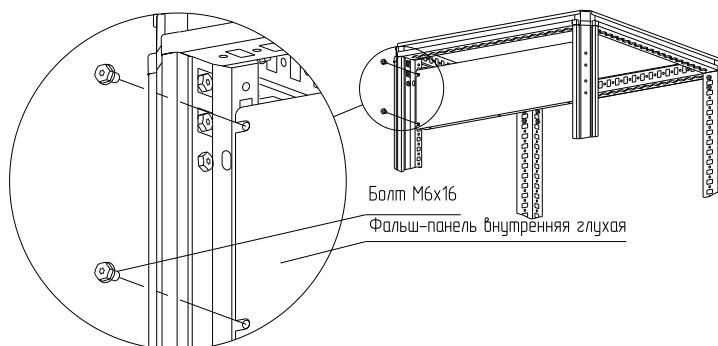

Рисунок 20
– вариант 1. Болтами M6x16 (рисунок 20). Момент затяжки – 7 Н·м. Болты приобретаются отдельно;